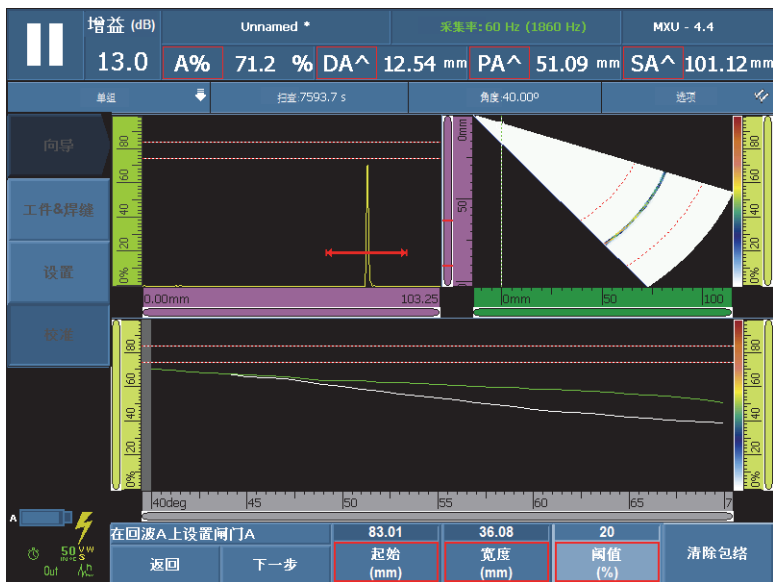

图 5-22 在信号包络上设置闸门 A
6. 在**在回波 A 上设置闸门 A** 步骤中，执行以下步骤（参见第 146 页的图 5-22）：